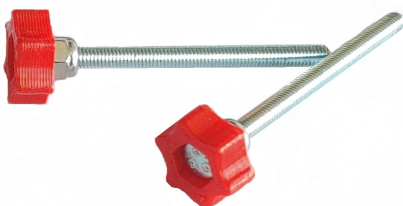

Abb. 4: Fertig zusammengesetzte Schraube
- (1) Schieben Sie den 03A\_RE\_V\*\_ADJUSTING\_SCREW\_HEAD mit der hexagonalen Öffnung zuerst auf eine AUßSENSECHSKANT-SCHRAUBE, M3x40.
- (2) Drehen Sie dann die MUTTER, SELBSTSICHERND, M3 auf die Schraube, sodass sie den roten Schraubenkopf festhält (Abbildung 4).
- (3) Wiederholen Sie diese Schritte für die zweite Stellschraube (Abbildung 4).